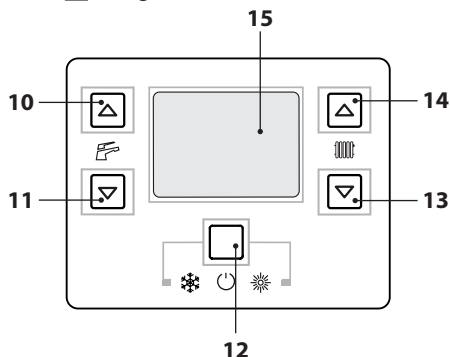

Figura 2.5
- Mantenga pulsado durante 2 segundos el botón 12 hasta que aparezca en el display el símbolo  (Figura 2.5).
botones 13 (reducción) y 14 (aumento) (Figura 2.5) desde un mínimo de 38°C aproximadamente hasta un máximo de aproximadamente 85°C. La primera vez que se pulsa uno de los dos botones se muestra el valor de "consigna", la segunda vez se puede modificar.
De todas formas, si la temperatura ambiente no resultase confortable, se puede aumentar o reducir la temperatura de impulsión de la instalación de calefacción en $\pm 15^{\circ}\text{C}$ usando los botones 13 (reducción) y 14 (aumento) (Figura 2.5).
La temperatura del agua caliente sanitaria puede regularse mediante los botones 10 (aumento) y 11 (reducción) (Figura 2.5) desde un mínimo de 35°C aproximadamente hasta un máximo de aproximadamente 60°C . La primera vez que se pulsa uno de los dos botones se muestra el valor de "consigna", la segunda vez se puede modificar. Indicación dada por el display LCD: